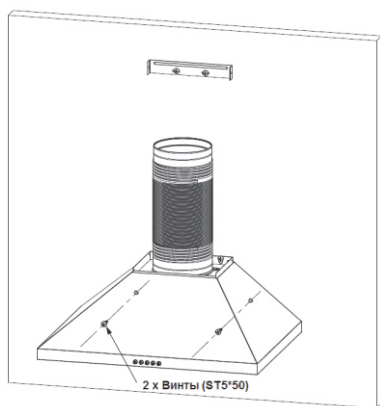

Рис. 7
5. После установки вытяжной трубы, как следует затяните винты (ST5*50), чтобы предотвратить случайное сползание кожуха с подвесных винтов. См. Рис.7.